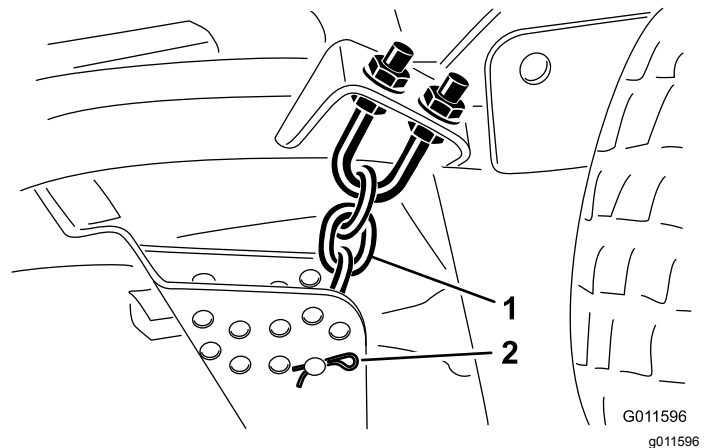

Figure 24
9. Enlevez la goupille fendue et l'axe de chape qui fixent les chaînes de hauteur de coupe à l'arrière du plateau (Figure 24).